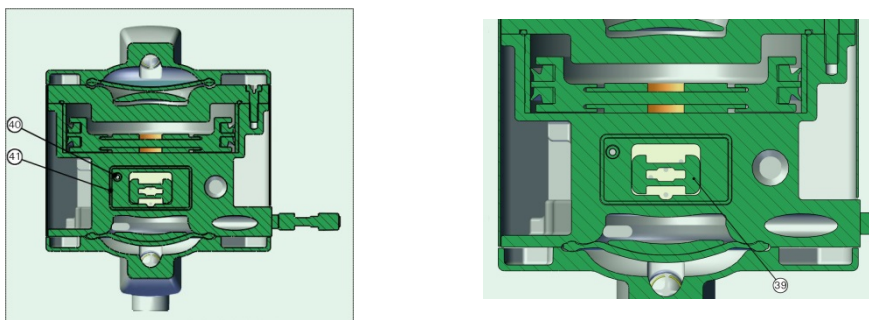

Рис. 11: Положение керамической плиты и блока пневматических клапанов
- ✓ Вставьте керамическую плиту (42) в среднюю часть насоса так, чтобы отверстие совпало с уплотнительным кольцом (40) (см. рис. 11, слева).
- ✓ Установите пневматический клапанный блок (49) в обратном порядке.
- ✓ Установите уплотнения поршня (45) на поршень главного клапана (48) так, чтобы уплотнительные кромки были обращены друг к другу.
- ✓ Вставьте поршень главного клапана (48) в пневматический клапанный блок (49).
- ✓ Установите уплотнительные кольца (46) на колпачки (47) и закрепите колпачки (47) сбоку в пневматическом клапанном блоке (49).
- ✓ Установите уплотнительные кольца (50) на наружную канавку блока пневматических клапанов (49).
- ✓ Установите уплотнения (43) и (44) на канавки блока пневматических клапанов (49).
- ✓ Вставьте установленный пневматический клапанный блок (49) в центральную часть насоса.
- ✓ Направление монтажа указано отверстием на блоке пневматических клапанов (49) и углублением в центральной части насоса (см. рис. 11, справа).
- ✓ Вставьте главный уплотнительный элемент клапана (51) закрытой стороной спереди в пневматический клапанный блок (49). Главный уплотнительный элемент клапана (51) должен быть вставлен так, чтобы клапан (48) мог его перемещать.
- ✓ Вставьте уплотнения (52), (54) и (55) в керамическую плиту (53).
- ✓ Поместите керамическую пластину (53) в пневматический клапанный блок (49).
- ✓ Убедитесь в правильности установки (сначала сторона с большим уплотнением (52)).
- ✓ Поместите уплотнения (43) и (56) в предусмотренную для этого центральную часть насоса.
- ✓ Установите уплотнения (58) и (59) на основание насоса (62) и вставьте промежуточную пластину (57) в основание насоса (62).
- ✓ При правильной сборке через выемки в промежуточной пластине (57) не должно быть видно уплотнения.
- ✓ Затяните основание насоса (62) винтами с сфероцилиндрической головкой (63).